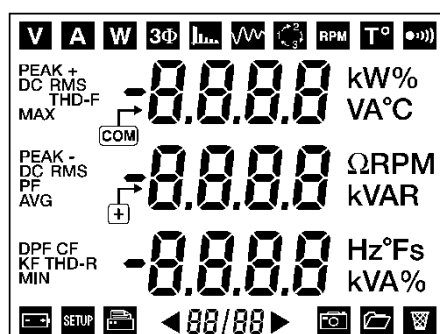

Figura 64: La primera pantalla con puesta en marcha.
- Al visualizar la primera pantalla (visualización de los 172 segmentos ver la Figura 64, página 28), pulsar y mantener pulsada la tecla amarilla () hasta la señal acústica.